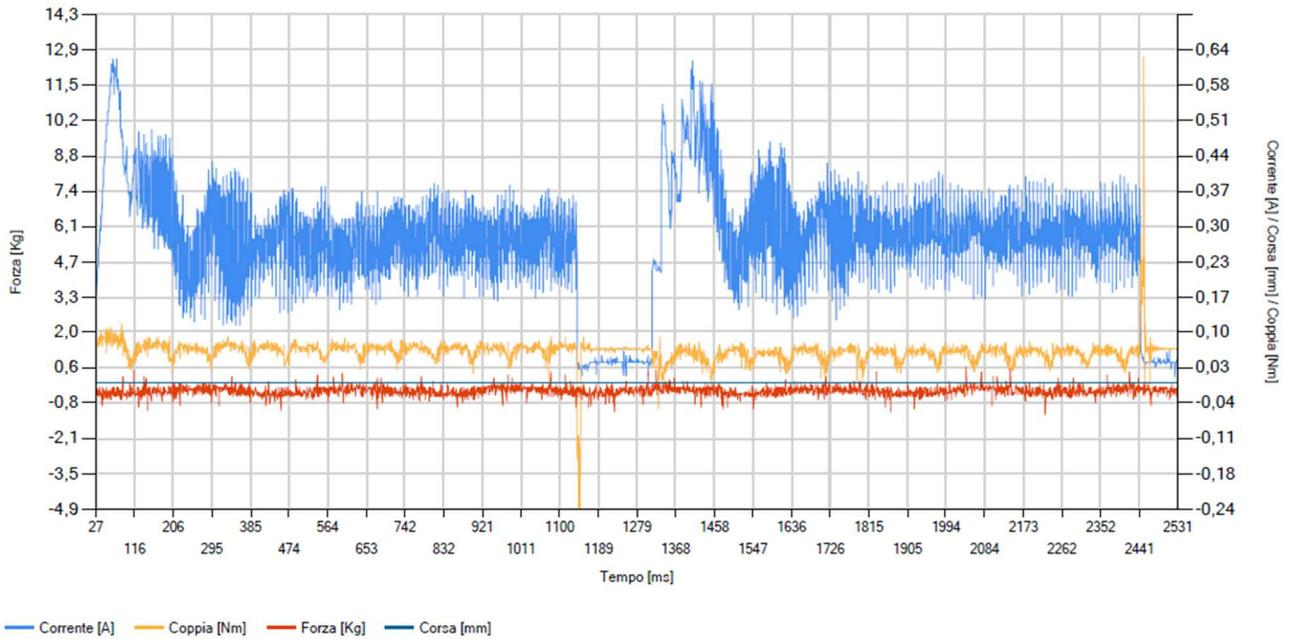

Figura 6 Rotolamento
- 1- Grafico di 'Rotolamento' (vedasi figura 6)